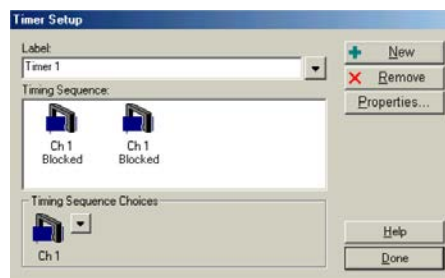

Figura No. 2
4. Para bloquear la fotoc compuerta dos veces como se muestra en la *Figura No. 2 (timing sequence choices)* y poder medir el período de oscilación de la barra, debemos dar un clic en la ceja **timer setup** de la ventana **experiment setup**.